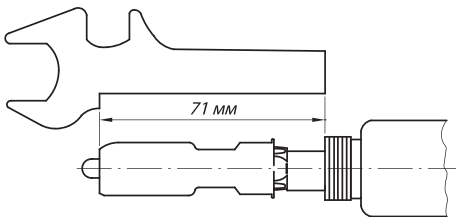

Рисунок 4 – Проверка хода
3. С помощью ключа из комплекта инструмента проверьте длину хода поршня (рис. 4).